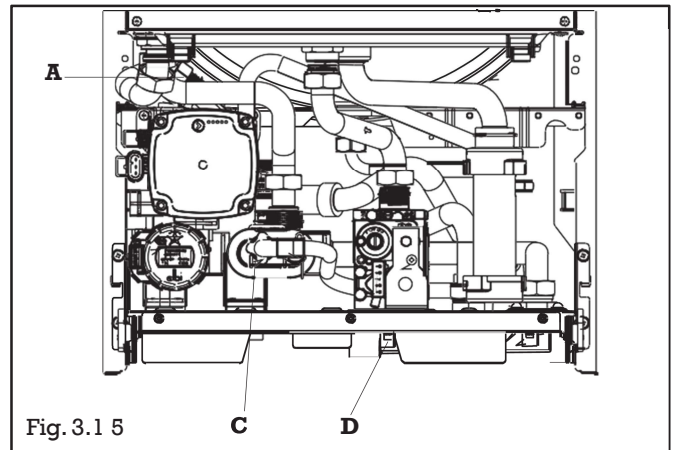
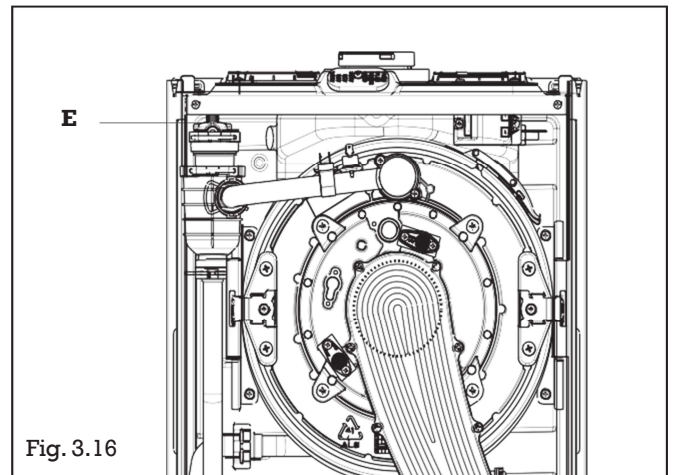

Fig. 3.15
Fig. 3.16
**OSSERVAZIONE** : la separazione dell'aria nella caldaia si effettua automaticamente attraverso i due sfoghi automatici (A-fig.3.15) e (F-fig. 3.16); il primo si trova sul circolatore ed il secondo all'interno della cassa aria.
- Svitare il rubinetto di riempimento della caldaia (C), l'acqua si smaltirà tramite il collettore condensati (D) (fig. 3.15)